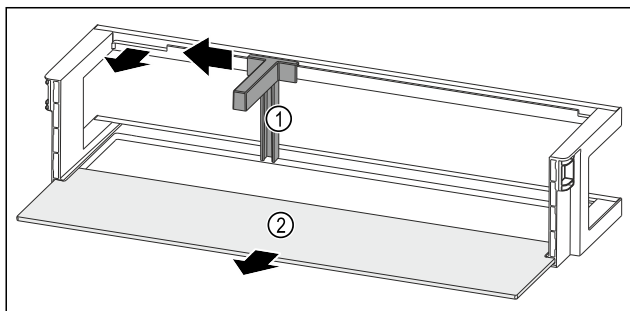

Fig. 93 Estante en la contrapuerta con soporte para botellas y estante
- Empuje el soporte para botellas Fig. 93 (1) hacia un lado hasta la entalladura.
- Retire el soporte para botellas Fig. 93 (1).
- Retire el estante Fig. 93 (2).